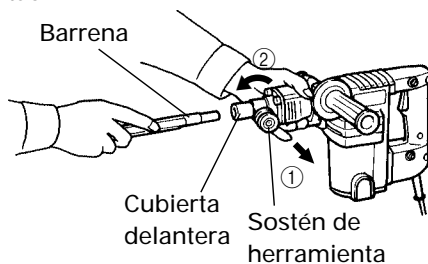

Fig. 2
- (1) Limpie y después unte la broca con grasa (accesorio opcional).
- (2) Tire del portabrocas en el sentido de la flecha ① y gírelo en el sentido ② (hacia la izquierda). Inserte completamente la broca en el orificio hexagonal de la cubierta frontal. (Fig. 2)
- (3) Después devuelva el portabrocas para fijar la herramienta.